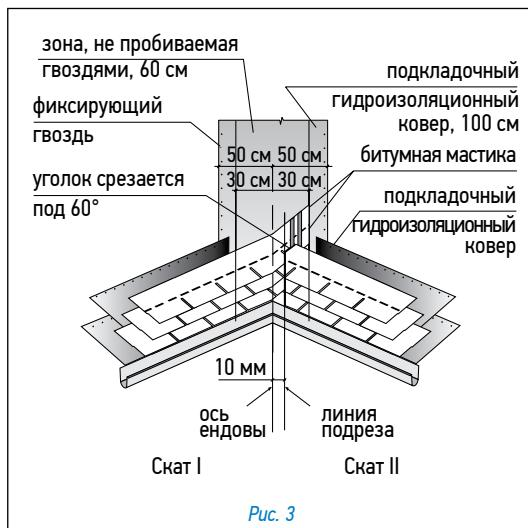

Рис. 3
## Ендды (рис. 3)
• лист, подходящий к ендды со ската II, должен доходить до линии подрезки и обрезаться по ней. Верхний уголок обрезанного края листа подрезается под углом 60° (5 × 3 см — рис. 3);